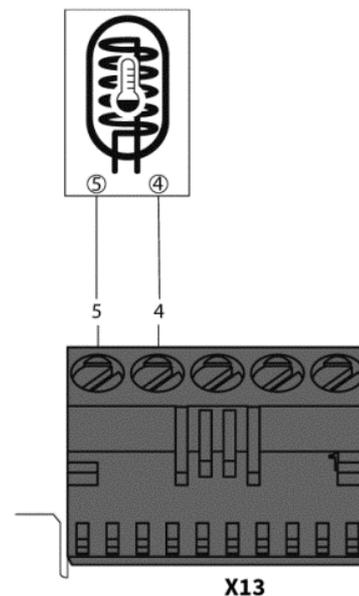

Abb. 18: Anschluss Trinkwarmwasserspeicher-Temperaturfühler
- ➔ Schließen Sie den Trinkwarmwasserspeicher-Temperaturfühler/Trinkwarmwasserthermostat gem. Abb. 18 an.